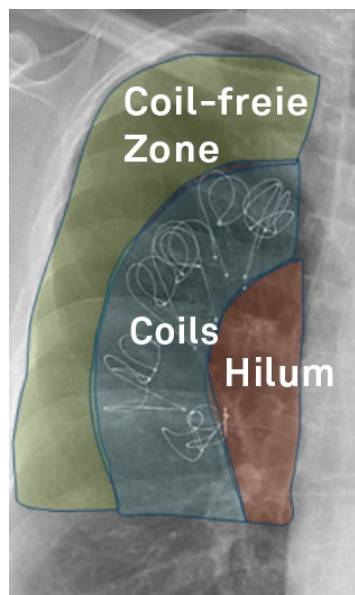

Abbildung 2: Optimale Coil-Platzierung
- d. Um eine optimale Platzierung der Coil zu erzielen, die Coils in den Bereich zwischen dem Hilum und der Pleura positionieren. Dabei ist eine „Coil-freie Zone“ von etwa 4 cm neben der Pleura einzuhalten. Eine solche Platzierung ergibt eine fächerartige Verteilung der Coils in den subsegmentalen Atemwegen über den behandelten Lappen hinweg (siehe **Abbildung 2**).